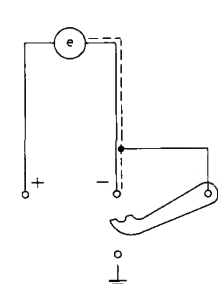

Fig. 4a.
1. Dans la plupart des cas, le blindage du câble de mesure doit être connecté à la borne de terre de mesure "GUARD". Cette borne est connectée au boîtier de l'unité et à la terre d'appareil par l'intermédiaire d'un condensateur. Etant donné que le boîtier de l'unité d'entrée est isolé du reste de l'enregistreur, le circuit d'entrée est flottant par rapport à la terre pour signaux continus (voir Fig. 4a, page 26).